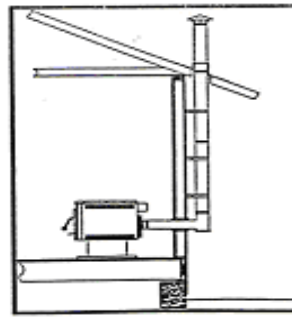

Figure 16
3. **Horizontal, sur le mur, puis verticalement par le biais de l'eves et toit**, se terminant avec un capuchon anti-pluie. Figure 16